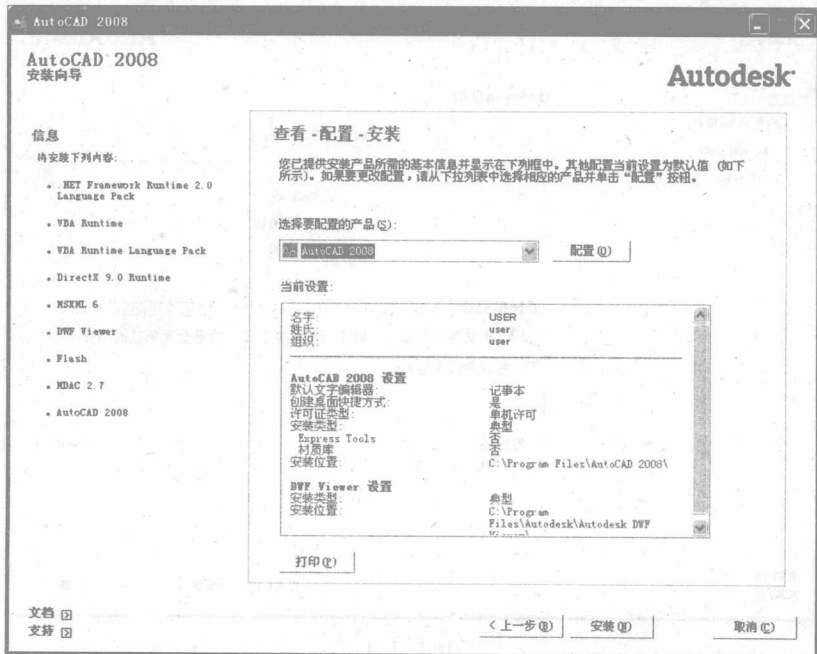

图 1-2-6
(7) 在对话框中,可以看到“当前设置”列表中有两个项目为否,如果点击“下一步”按钮,这两个项目会不安装,如果要安装这两个项目,应点击“配置”按钮,如图1-2-6所示。